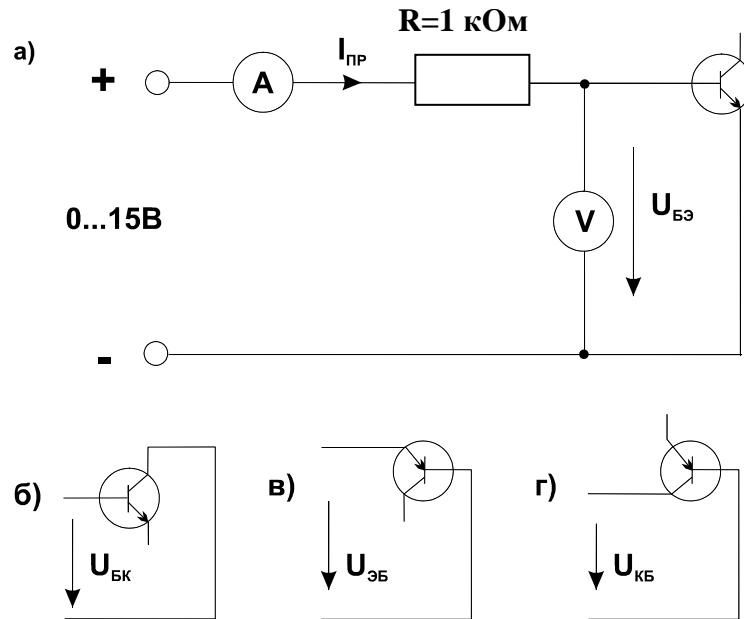

Рис. 4.1.2
- Соберите цепь согласно схеме (рис. 4.1.2а).
- Измените схему в соответствии сначала с рис. 4.1.2б, затем 4.1.2в и 4.1.2г и повторите все измерения.
- Проделайте это с остальными **p-n** переходами согласно схеме на рис. 4.1.2 при обратной полярности источника питания.